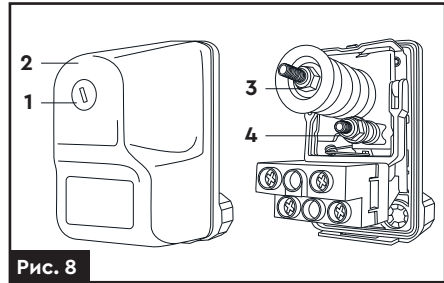

Рис. 8
4. На кришці реле тиску відкрутіть кріпильний пластмасовий гвинт (1) (рис. 8) з прямим шліцом і зніміть кришку (2) (рис. 8). Під кришкою розташовані регульовальні гайки на пружинах (3) та (4) (рис. 8).